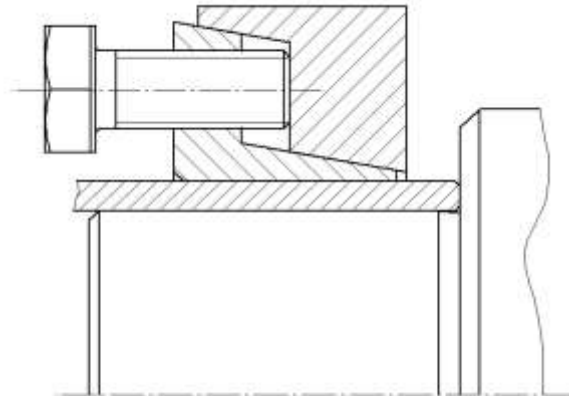

Bild 8) Lösen des Spannsatzes
- Separate Schrauben in die Abdrückgewinde des Innenrings (Bauteil 2) einschrauben (siehe Bild 8). Anzahl der Schrauben  $z_1$  und Gewindegröße  $M_1$  entsprechend Tabelle 1 auswählen.